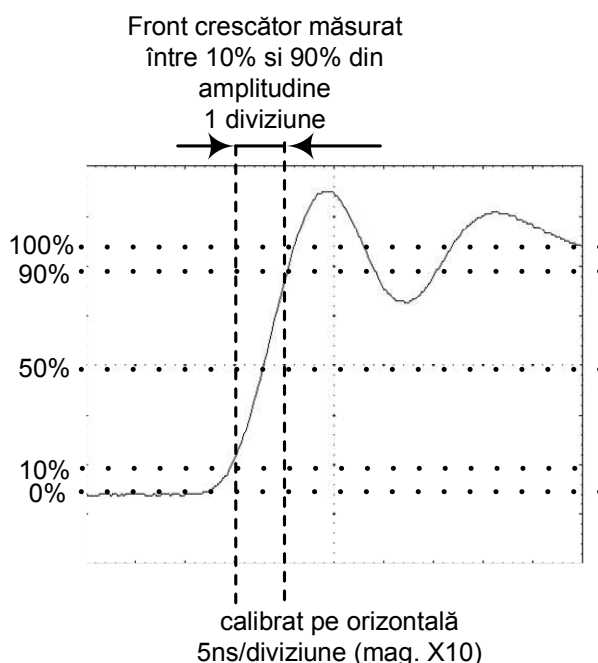

Figura 1.9 Măsurarea frontului crescător al unui semnal digital.
- Figura 1.9 prezintă modul de poziționare a semnalului pe osciloscop în vederea măsurării frontului crescător al acestuia.